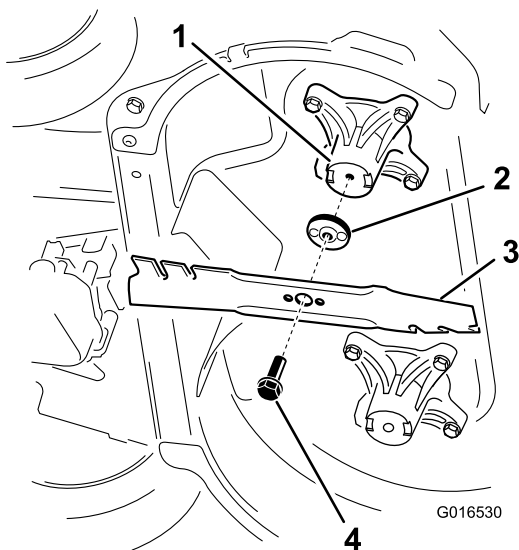

Bild 44
2. Entfernen Sie jedes Messer, siehe Bild 44.
1. Montieren Sie das erste Messer so, dass es horizontal ist, und alle Befestigungen, wie in Bild 44 dargestellt.